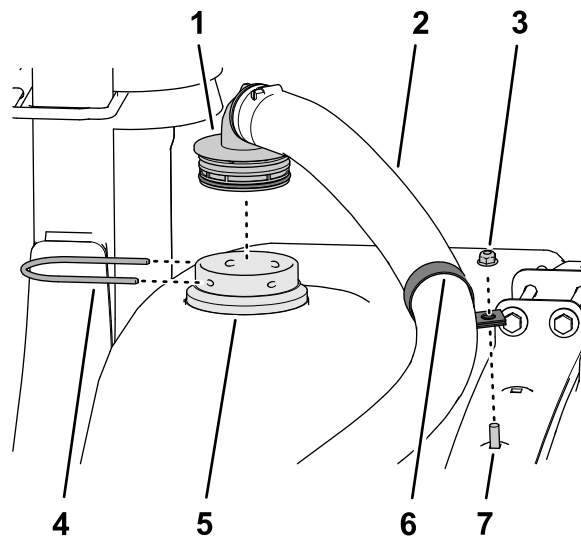

Figure 30
4. Placez un collier en R autour du flexible du mélangeur (Figure 30).
5. Placez le raccord à 90° cannelé du flexible du mélangeur dans le raccord de traversée et fixez-le en place avec un étrier (Figure 30).
6. Placez le collier en R sur le boulon de carrosserie et fixez le collier (Figure 30) avec un contre-écrou à embase (5/16").
Remarque: Au besoin, déplacez le collier en R pour l'aligner sur le flexible du mélangeur (Figure 30).